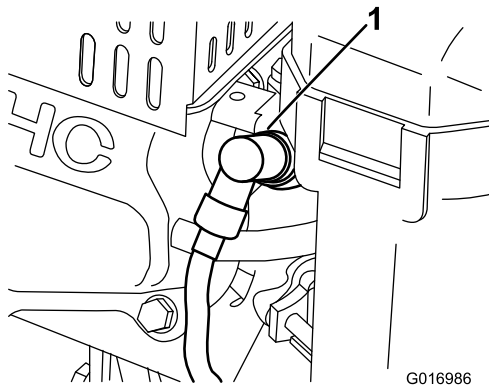

Bild 26
1. Ziehen Sie den Zündkerzenstecker ab (Bild 26).